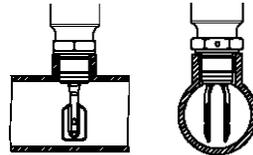

Рисунок 8
2.4.3 При установке СУ в трубопроводах следует ориентировать лопасти вдоль потока (см. рис.8).